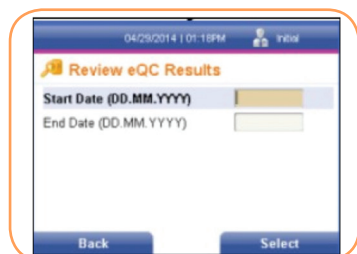

FIGURA 85
2. Mediante la tecla [↓] desplace el cursor al campo de texto Resultados del CC electrónico y pulse la tecla programable derecha para seleccionarlo. Se muestra la pantalla *Revisar resultados CCE (EQC)* (Figura 85).